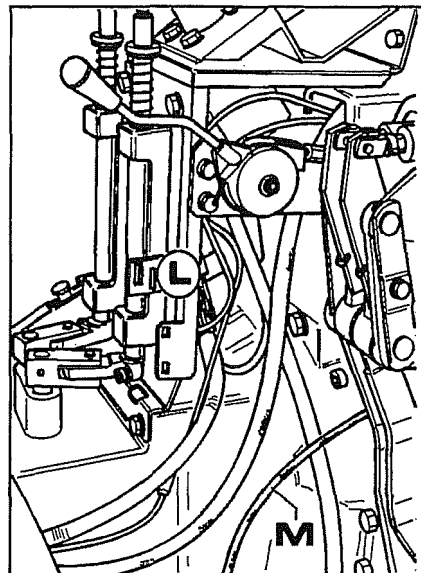

Fig. 10
6. Togliere il supporto **L** fig. 10 dei comandi cambio e scollegare il cavo **M** comando acceleratore a pedale, operando da sotto la pedana.